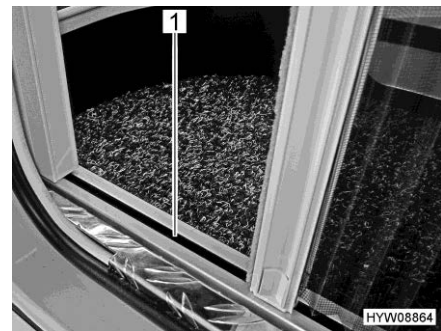

Fig. 48 Protezione contro gli insetti (guida inferiore)
- ▷ Durante l'apertura e la chiusura, afferrare la barra di presa con entrambe le mani. In questo modo è possibile limitare la possibilità che la protezione contro gli insetti si inceppi nelle guide (Fig. 48,1).